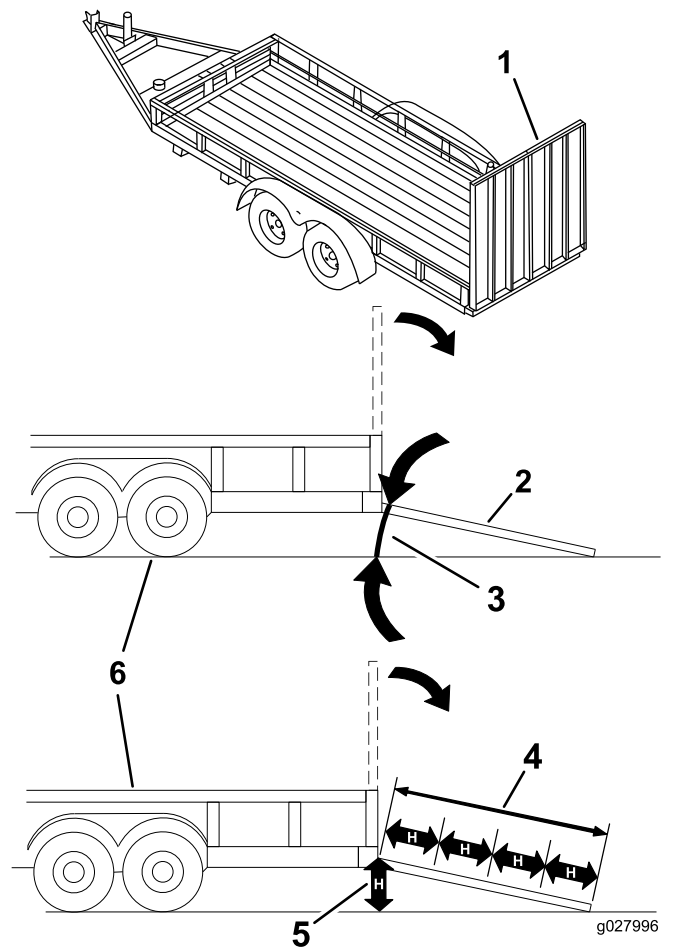

Figura 37
Încărcarea unei maini pe o remorcă sau un camion crete riscul de răsturnare i poate cauza răniri grave sau moartea (Figura 37).
3. Coborâți rampa, asigurându-vă că unghiul dintre rampă și sol nu depășește 15 grade (Figura 37).
1. Coborâți rampa, asigurându-vă că unghiul dintre rampă și sol nu depășește 15 grade (Figura 37).